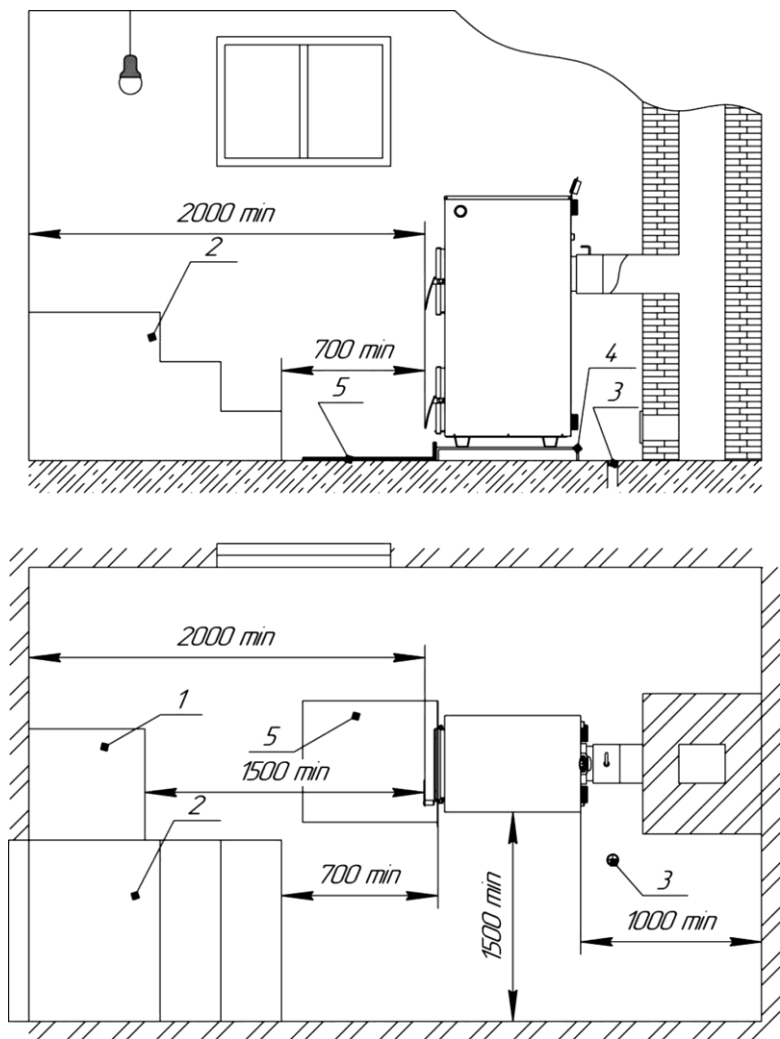

Рис. 1
Расстояние от фронта котла или выступающих частей топки до противопожарной стены котельной должно составлять не менее 2 м (см. рис.1). Перед котлом разрешается хранить запасы твердого топлива (1) не более чем для одной смены работы котла. При этом ширина свободных проходов вдоль фронта котла должна быть не менее 1,5 м, а установленное оборудование и топливо не должны мешать обслуживанию котла. Ширина проходов между котлом и стеной помещения должна быть не менее 1 м. Ширина прохода между отдельными выступающими частями котла, а также между этими частями и выступающими частями здания, лестницами и другими выступающими конструкциями (2) – не менее 0,7 м. При установке котла, требующего бокового обслуживания, ширина проходов между котлом и стеной помещения должна быть не менее 1,5 м. Ширина этих проходов, а также ширина между котлом и задней стеной помещения должна составлять не менее 1 м.